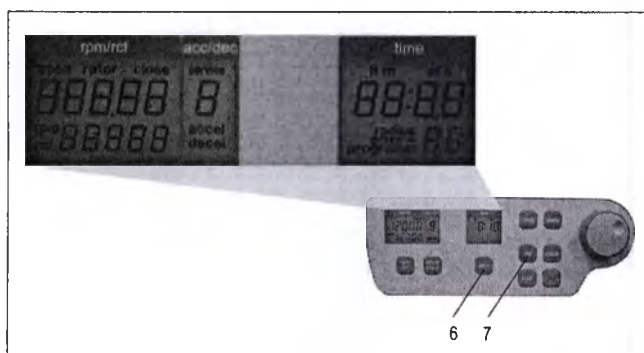

Рисунок 2
Если центрифуга выключена, одновременно нажмите кнопки «time» [время] (6) и «lid» [крышка] (7) и включите переключатель на центрифуге. Отпустите обе кнопки. В результате проводится проверка функций дисплея примерно в течение 5 секунд. Одновременно появятся все возможные индикаторы (см. Рисунок 2).